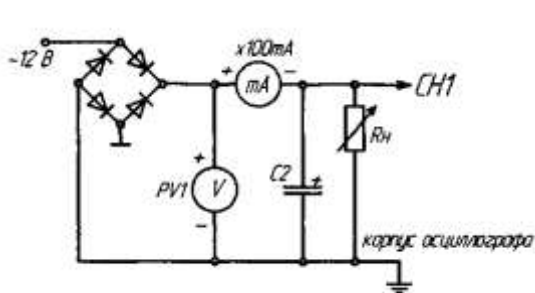

Рис. 1
1) Собрать схему по рис. 1. Установить заданное значение сопротивления нагрузки  $R_n$ . В качестве вольтметра использовать мультиметр PV в режиме измерения **постоянного напряжения**. Подключить входы осциллографа. Переключатель развертки осциллографа перевести на временную развертку. Установить синхронизацию от сети. На экране осциллографа наблюдать осциллограмму выпрямленного напряжения  $U_d$ ,